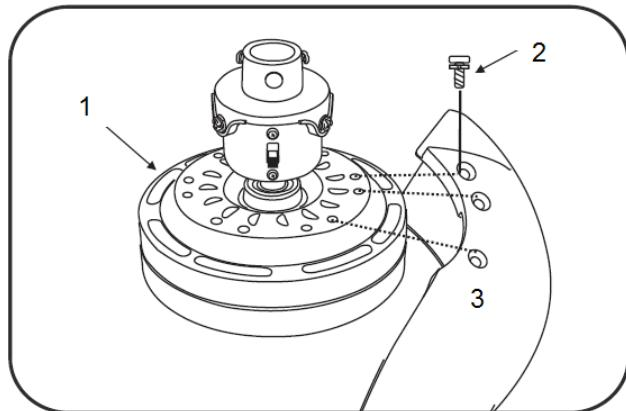

Fig. 7
- Aligner les trois trous de la lame (3) avec le moteur (1) du ventilateur.
- Sécuriser la lame avec les trois vis de lame et les rondelles (2) de blocage.
- Appliquer la même procédure pour les deux lames restantes (Fig.7)